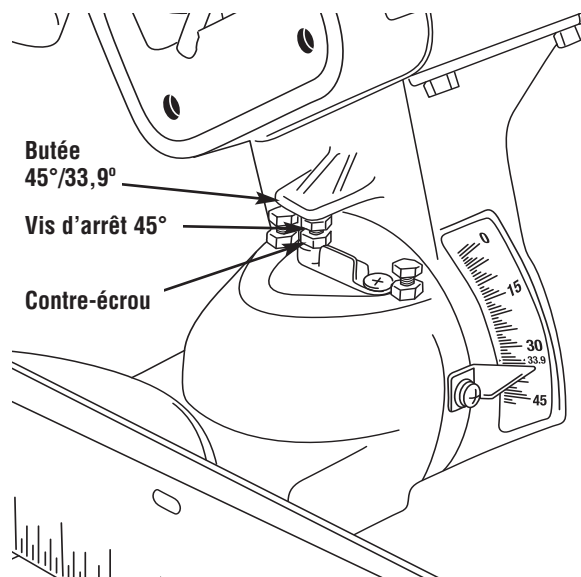

Figure 12. Vis d'arrêt 33,9° de biseau et contre-écrou
4. Réglez la butée de biseau de 33,9° jusqu'à ce que l'indicateur soit sur la marque 33,9° sur l'échelle graduée de biseau (see Figure 12). Serrez le contre-écrou de 33,9°.